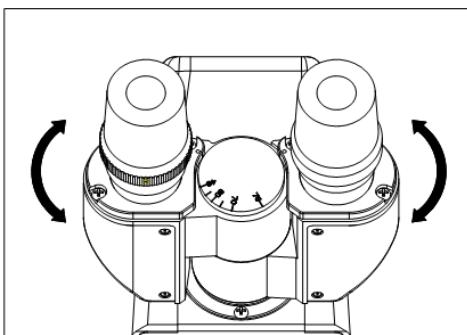

Fig.22
3.3.6 Ajuste de la distancia interpupilar (Fig.22)
Al observar con ambos ojos, sujeté los soportes del prisma izquierdo y derecho y gírelos alrededor del eje para ajustar la distancia interpupilar hasta que los campos de visión izquierdo y derecho coincidan completamente, como se muestra en la Fig.22.